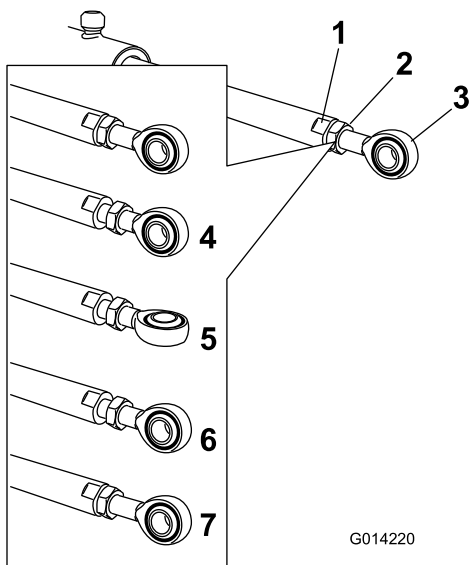

図 64
5. アクチュエータロッドの平たい面にスパナをあてがって回転しないように押さえ、ジャムナットをゆるめて、アイレットロッドを調整できるようにする 図 64。
6. アイレットロッドを回転させてアクチュエータを希望の長さに調整する図 64。